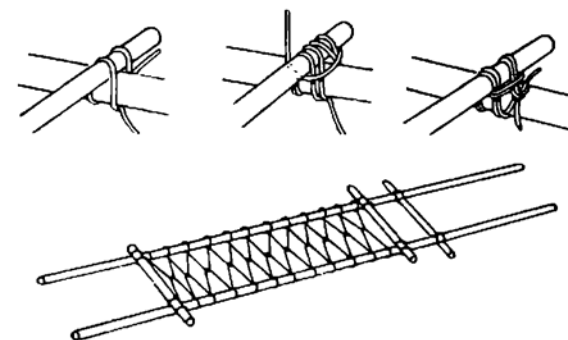

Рис.25. Вязка носилок из веревок и двух шестов
**Носилки из веревки и двух шестов (рис.25):**